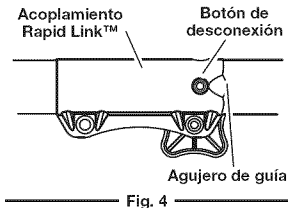

Fig. 4
2. Oprima el botón de desconexión y manténgalo oprimido (Fig. 4).
NOTA: Alinear el botón de desconexión con el agujero de guía facilitará la instalación (Fig. 4).